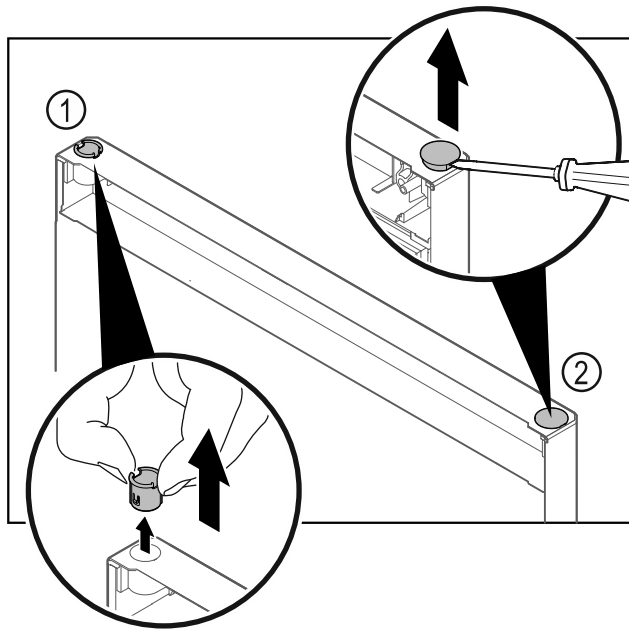

Fig. 18
- ▶ Pušo tečaja Fig. 18 (1) snemite s prsti.
- ▶ S ploščatim izvijačem previdno dvignite krovni čep Fig. 18 (2) in ga izvlecite.